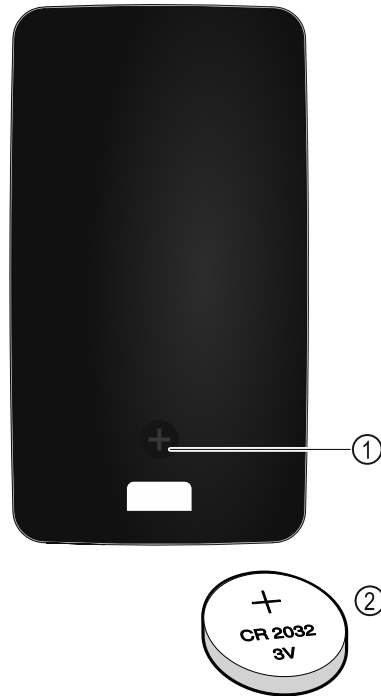

Fig. 220
A távvezérlés áramellátása egy CR 2032-es típusú, 3V-os Fig. 220 (2) elemmel történik, amely szakkereskedésekben szerezhető be.
- ▶ Csavarozza ki a csavart Fig. 220 (1) a távvezérlő hátoldalán.